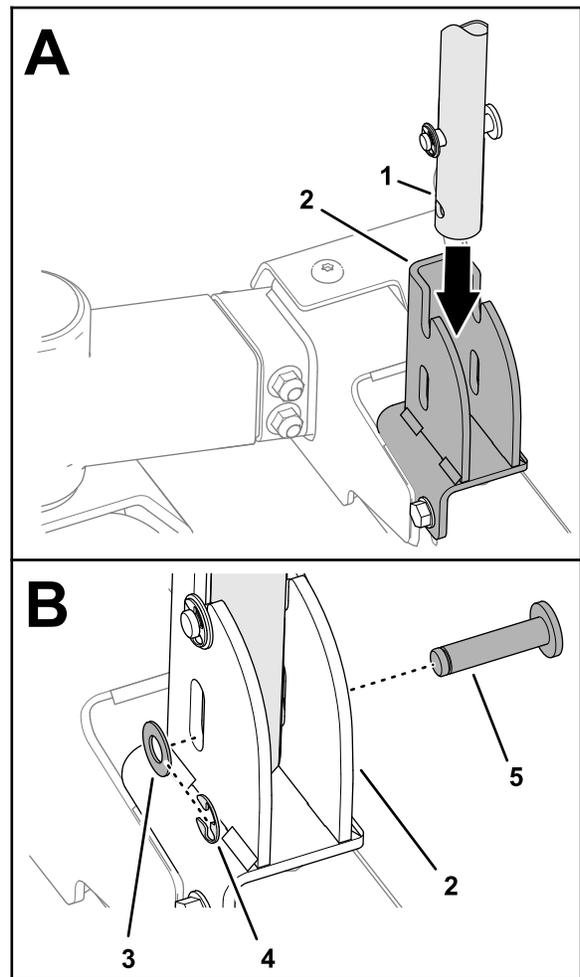

Figura 11
1. Allineate il foro inferiore nella Installazione della maniglia per trazione assistita con la fessura chiusa della staffa della maniglia per trazione assistita come illustrato nella Figura 11.
2. Inserite il perno scanalato nel foro della staffa e il foro della maniglia per trazione assistita (Figura 11).
3. Assicurate il perno alla staffa e alla maniglia con la rondella (6 x 19 mm) e l'anello di ritenuta (Figura 11).